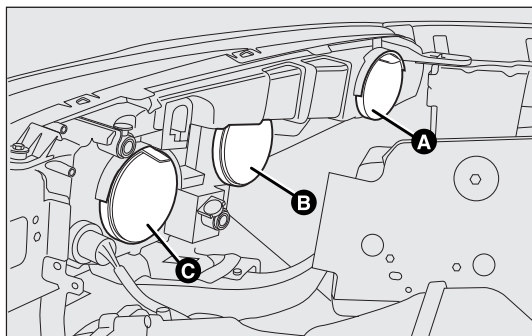
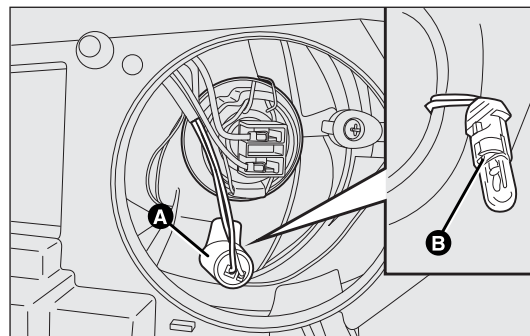

рис. 150
рис. 151
ПЕРЕДНИЕ ОПТИЧЕСКИЕ ЭЛЕМЕНТЫ рис. 150
- снимите защитную крышку В-рис. 150;
- поверните против часовой стрелки ламповый патрон А-рис. 151 и вытащите его;
- установите новую лампу, вставьте на место патрон А-рис. 151, установите на место защитную крышку В-рис. 150.
- снимите защитную крышку В - рис. 150;
- установите защитную крышку В - рис. 150.
- снимите защитную крышку А - рис. 150;
- установите защитную крышку А - рис. 150.
- снимите защитную крышку С - рис. 150;
- установите защитную крышку С - рис. 150.